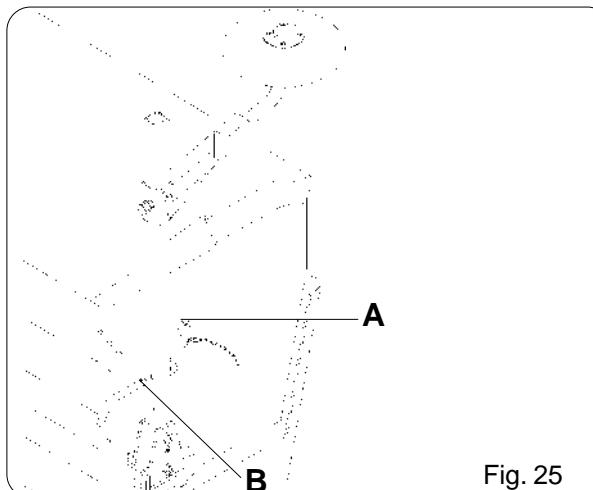

Fig. 25
1) Sganciare la copiglia (A) e sfilare il chiazzello (B) (Fig. 25).
a) Unlatch the split pin (A) and remove the bolt (B) (Fig. 25).
1) Die Splinte (A) herausziehen und den Riegel (B) entfernen (Abb. 25).
*1) Décrocher la goupille (A) et retirer le verrou (B) (Fig. 25).
1) Desganchar el pasador (A) y sacar el pestillo (B) (Fig. 25).